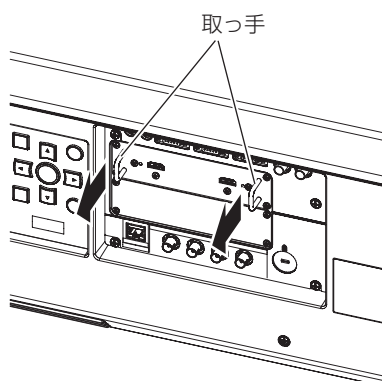

図1
1) スロットカバーを取り外す（図1）
1) インターフェースボードを取り外す（図1）